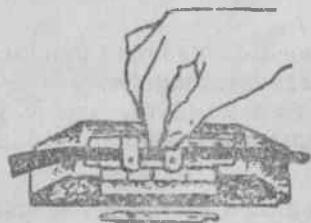

Рис. 25. Укладка концов фильма для склейки
8.4.4. Откройте прижимы и переложите левый конец фильма на левые зубцы таким образом, чтобы зачистка приходилась против среднего прижима. Закройте левый прижим. Уложите правый конец обрезанным краем на зачистку левого конца крайними перфорациями на правые зубцы и закройте правый прижим. Приподняв правый обрезанный конец фильма (рис. 25), смажьте защищаемое место одним мазком кисточки, нанося тонкий слой киноклей.